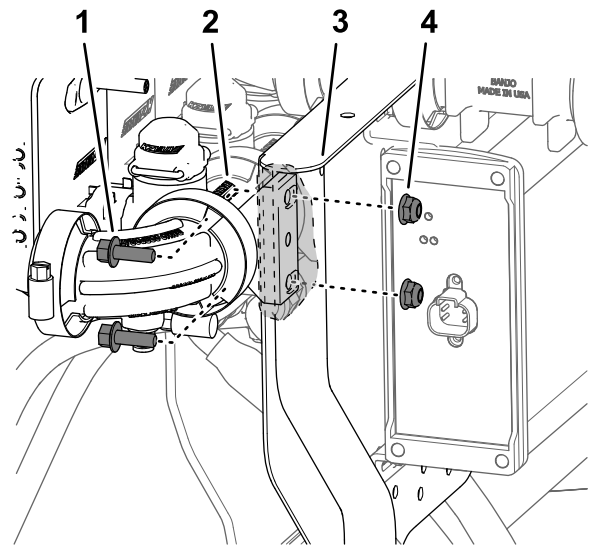

Figure 66
- Montez la vanne de buse 10 sur le support de vannes (Figure 66) à l'aide des 2 boulons à embase (¼" x ¾") et des 2 contre-écrous à embase (¼") que vous avez retirés à l'opération 2 de Démontage des vannes de section de rampe sur le support de collecteur (page 26).